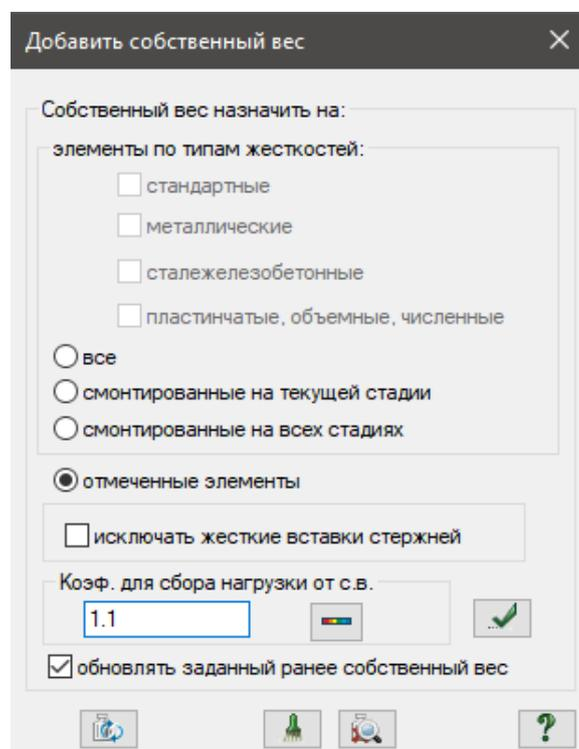

Рис.16.4. Диалоговое окно **Добавить собственный вес**
- Для задания нагрузки от собственного веса плиты, щелчком по кнопке  – **Добавить собственный вес** (панель **Нагрузки** на вкладке **Создание и редактирование**) вызовите диалоговое окно **Добавить собственный вес** (рис.16.4).